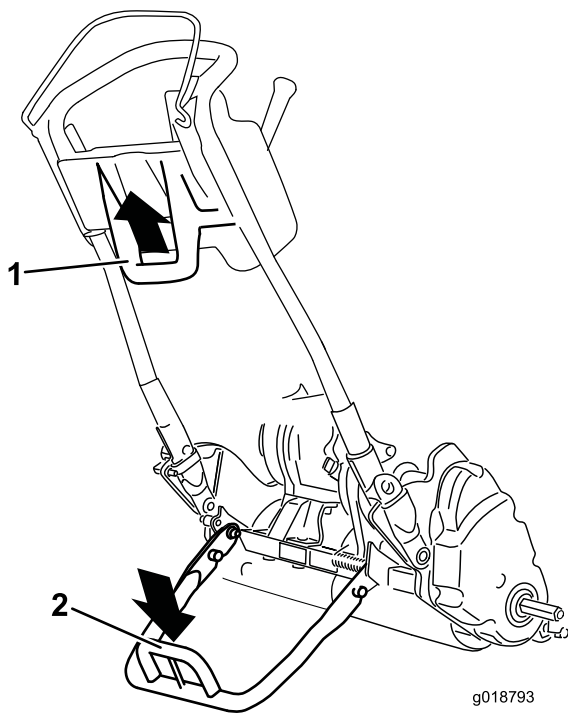

図 19
- ・ 移動走行タイヤの着脱のためにキックスタンドを操作するには、スタンドを床面まで下げ、ループを足で踏みつけた状態のまま、機体下部についているハンドルを持ってマシンを後方に引いてください(図 19)。